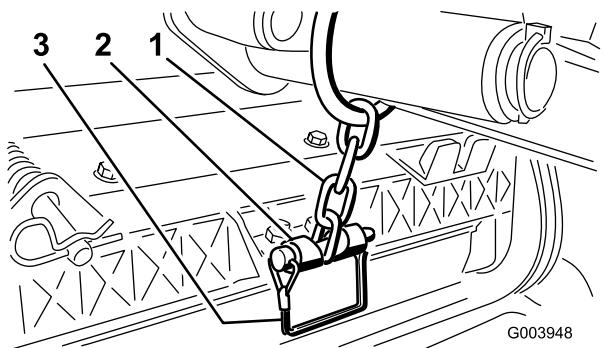

Рисунок 13
12. Прикрепите цепь подъемного рычага к кронштейну цепи с помощью стопорного штифта (Рисунок 13). Используйте количество звеньев цепи, указанное в Руководстве по эксплуатации режущего блока.